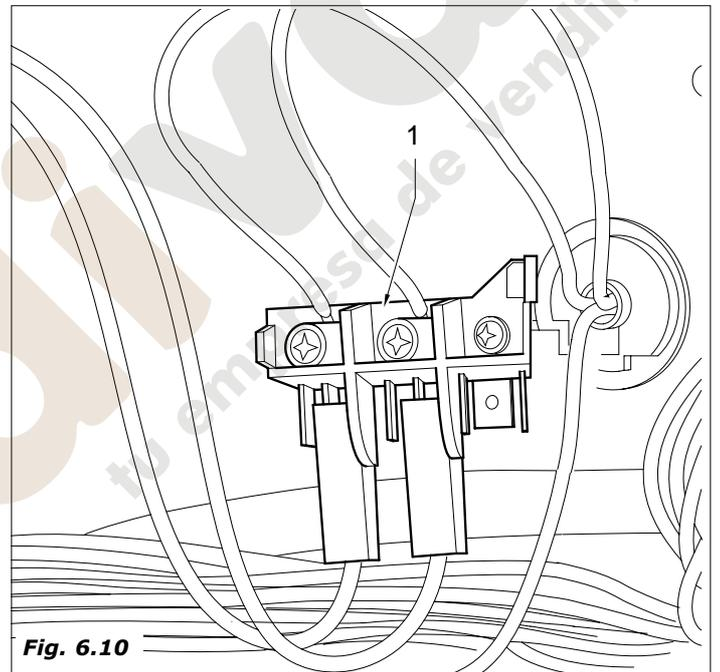
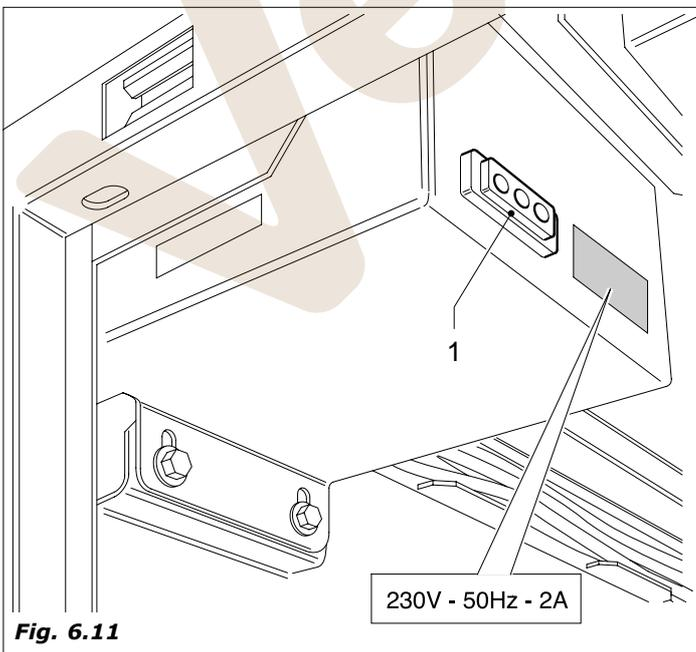

Fig. 6.10
Fig. 6.11
Con la puerta abierta, quedan bajo tensión la regleta del cable de alimentación(Fig.6.10-pos.1) y la toma de servicio interna del distribuidor automático(Fig.6.11-pos.1).